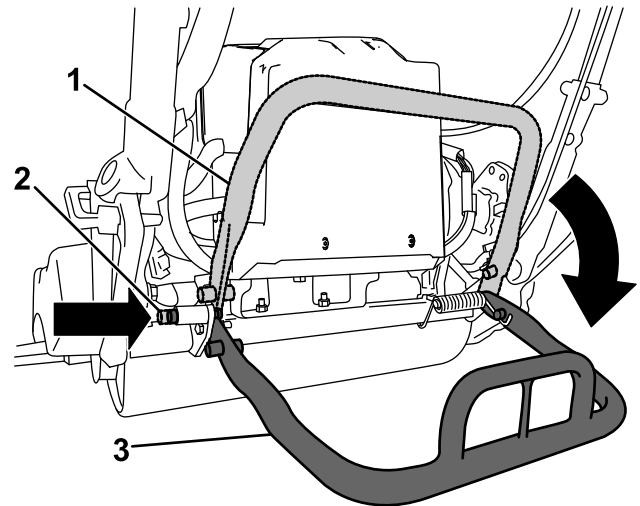

Figure 23
- Pour éviter que la machine ne bascule en arrière quand vous déposez le cylindre, abaissez la béquille et enfoncez la goupille de blocage pour la verrouiller en position d'UTILISATION (Figure 23).